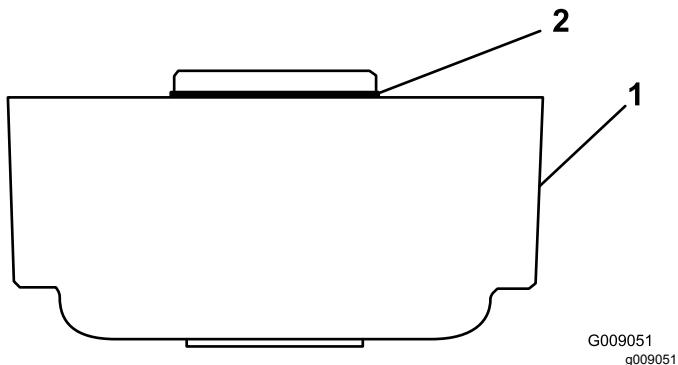

Рисунок 5
5. Только для комплекта щетки катка модели 03668: установите желтое уплотнительное кольцо на корпус щетки катка (Рисунок 5).